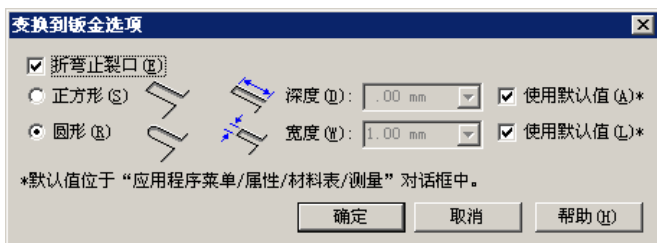

图 4.5.7 “变换到钣金选项”对话框
Step5. 定义折弯止裂口。在命令条中单击“变换到钣金选项”按钮 ，系统弹出图 4.5.7 所示的“变换到钣金选项”对话框，选中 ☒ 折弯止裂口 (Z) 复选框和 ☒ 圆形 (R) 单选项，单击  确定 按钮。